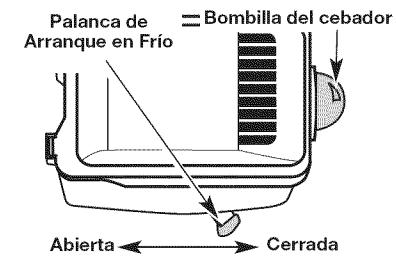

Fig. 9
**SI ESTÁ FRÍO...** Para funcionamiento en tiempo de frío (por debajo de 40°F), gire la palanca de arranque para tiempo frío (Fig. 9) hacia abajo hasta la posición de cerrada y continúe al paso 3. NO gire esta palanca hacia abajo si la temperatura está por encima de 40°F.
3. Oprima completamente y libere la pera del cebador 10 veces, lentamente. Deberá verse alguna cantidad de combustible en la pera del cebador (Fig. 9). Si no puede ver combustible en la pera, oprima y suelte la pera tantas veces como sea necesario hasta que vea combustible en la misma.
5. No exprima el control de válvula reguladora, no presione y no celebre el comienzo o el taladro enchufable de la energía ARRANQUE (I) el botón para 2 segundos intervalos hasta que la unidad comience.